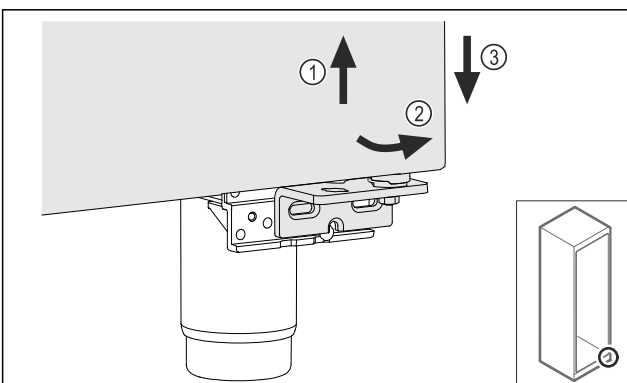

Fig. 24
- Sollevare leggermente la porta Fig. 24 (1), inclinarla in avanti sulla parte inferiore Fig. 24 (2) e abbassarla Fig. 24 (3).